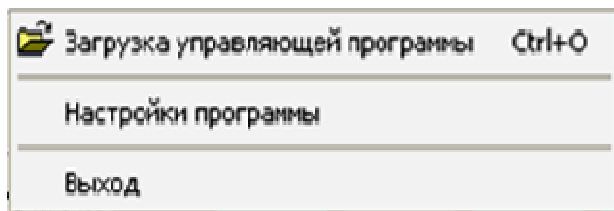

Рис. 2 Меню «Файлы»
Формирование структуры роботизированного технологического комплекса начинается с вызова подменю «Настройки программы» в меню «Файлы» (рис. 2).
2. Выполнить ввод параметров «Настройки программы» (рис. 2) и перезагрузить её.